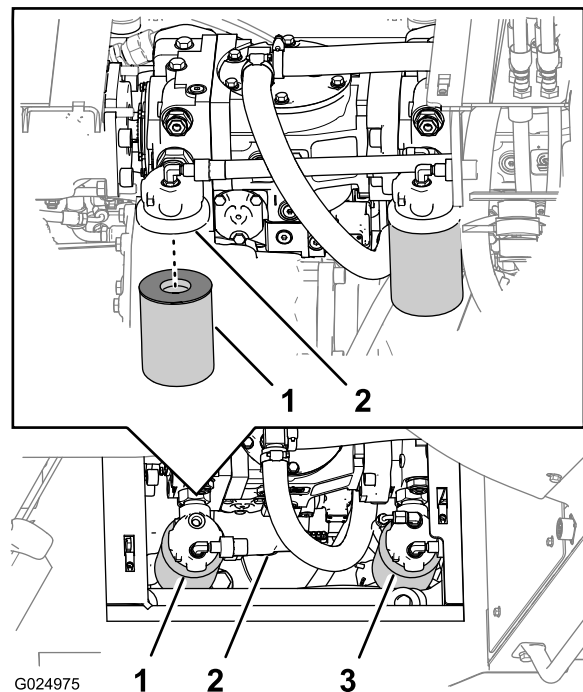

Figure 116
Remarque: Vous pouvez accéder au filtre de charge hydraulique sous le côté droit de la machine, derrière le réservoir hydraulique (Figure 116).
2. Placez un bac de vidange sous le filtre de charge hydraulique (Figure 116).
3. Tournez le filtre de charge hydraulique dans le sens antihoraire et déposez-le (Figure 116).